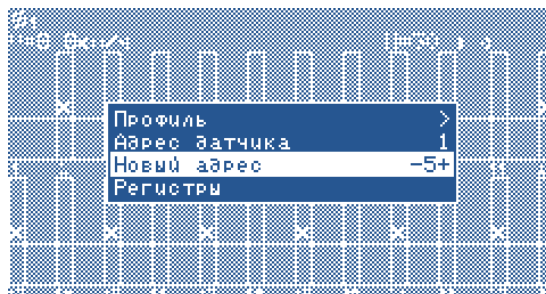

Рисунок 27
- Кнопками **«Вверх»** и **«Вниз»** выбрать пункт **«Адрес датчика»** и кнопками **«Плюс»** и **«Минус»** задать текущий программный адрес подключенного датчика (см. «Рисунок 27») или выбрать **«АВТО»** если адрес неизвестен.
11. Кнопками «Вверх» и «Вниз» выбрать пункт «Новый адрес» и кнопками «Плюс» и «Минус» задать **новый программный адрес** (см. «Рисунок 27»). После этого нажать кнопку «Меню». В результате удачного переименования на экран будет выведено сообщение – «Выполнено».